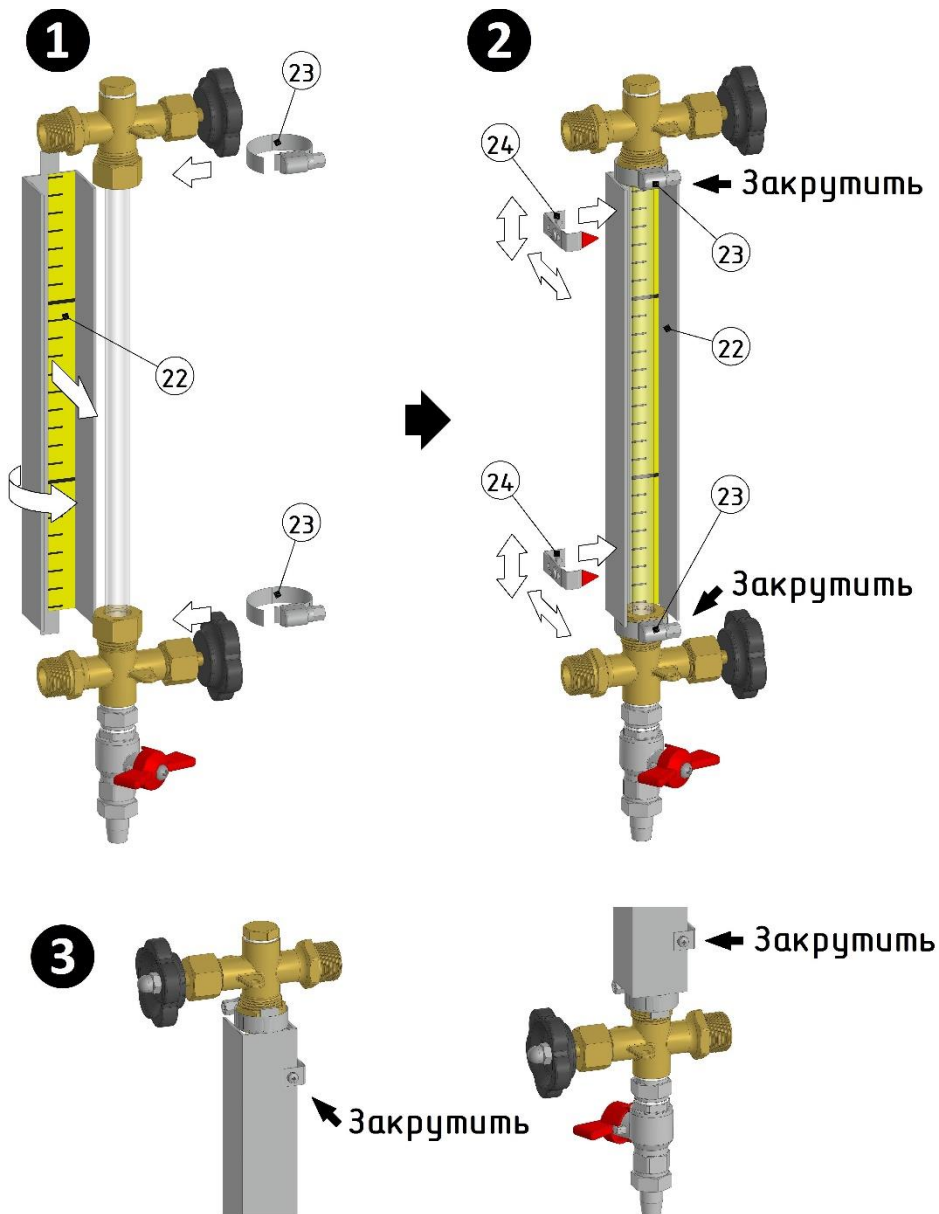

Рисунок 8.3 – Схема установки защитного кожуха
- 10) При успешном испытании на герметичность перед началом эксплуатации установите защитный кожух из комплекта поставки (см. рисунок 8.3):